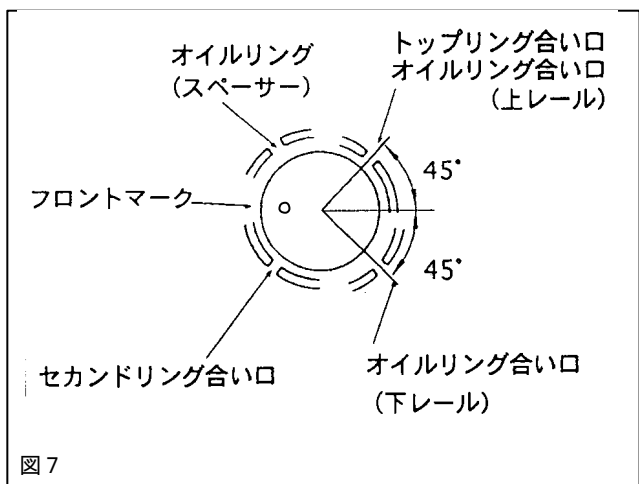

図7
- 6 . 2 図7のようにピストンリングの合い口が重ならないように、位置を合わせてください。